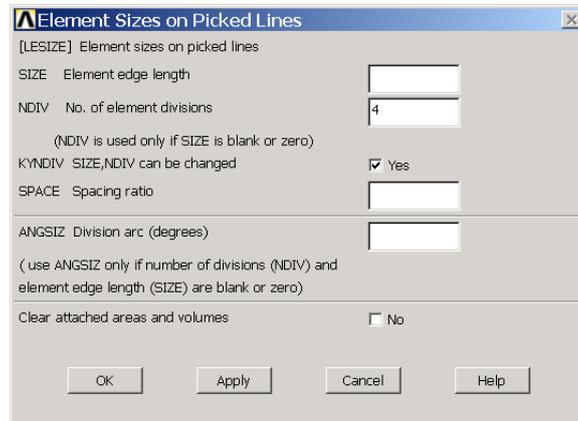

图11.10 定义单元尺寸
(9) 单击 Main Menu>Preprocessor>Modeling>Operate>Booleans>Glue>Areas 菜单，弹出图形拾取对话框，单击【PICK ALL】按钮，将把所有的面粘在了一起。
(10) 单击 Main Menu>Preprocessor>Meshing>Size Cntrls>ManualSize>Lines>Picked Lines 菜单，弹出图形拾取对话框，在图形视窗中选择不锈钢层（右侧面）短边，单击【OK】按钮，在【No. of element divisions】文本框中输入【4】，单击【Apply】按钮。如图 11.10 所示。